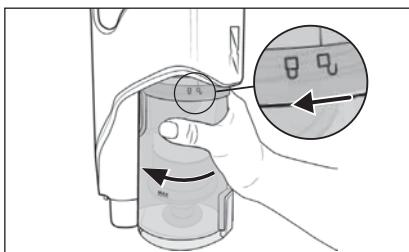

Fig. 22
- Para desmontar el depósito de suciedad 7 del aparato, gírelo hacia el símbolo ☐ (abrir) hasta que pueda retirarse del aparato (consulte la fig. 22).